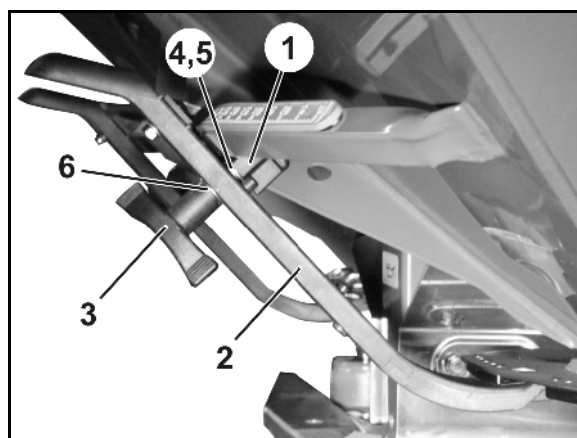

Fig. 76
6. Indstil klemmeanordningen (Fig. 76/1) til indstillingshåndtaget (Fig. 76/2) som følger:
- 6.1 Skru vingemøtrikken (Fig. 76/3) af.
- 6.2 Tag skruen ud, og byt om på positionen af de to underlagsskiver (Fig. 76/4) fra bagved (Fig. 76/5) og frem (Fig. 76/6).